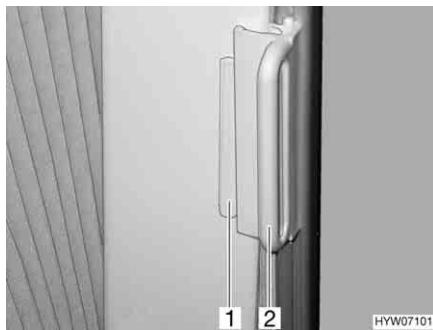

Bild 80 Faltverdunklung, geöffnet
- Die Faltverdunklungen für das Fahrerfenster und das Beifahrerfenster öffnen und den Führungsgriff (Bild 80,2) auf den Aufsatz (Bild 80,1) schieben.